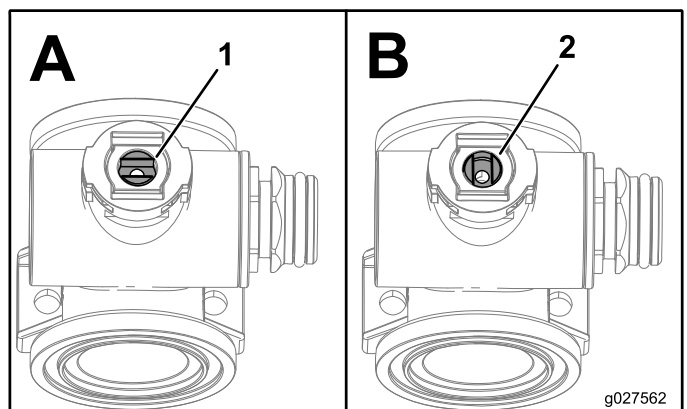

Figura 111
- Ponga el vástago de la válvula en la posición de cerrado (Figura 111, B).
3. Gire el vástago de la válvula hasta que la bola esté en la posición de Abierto (Figura 111, A).
7. Gire el conjunto del vástago de la válvula a la posición de cerrado (B de Figura 111).